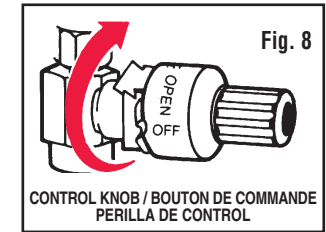

Fig. 8
- Turn CONTROL KNOB fully clockwise to the OFF position. DO NOT force CONTROL KNOB past the OFF position. (Fig. 8)
- Tournez le BOUTON DE COMMANDE à fond à droite pour le mettre à OFF. NE le forcez PAS au-delà de la position OFF. (Fig. 8)
- Gire completamente la PERILLA DE CONTROL en dirección de las manecillas del reloj a la posición de APAGADO. No fuerce la PERILLA DE CONTROL más allá de la posición de apagado. (Fig. 8)